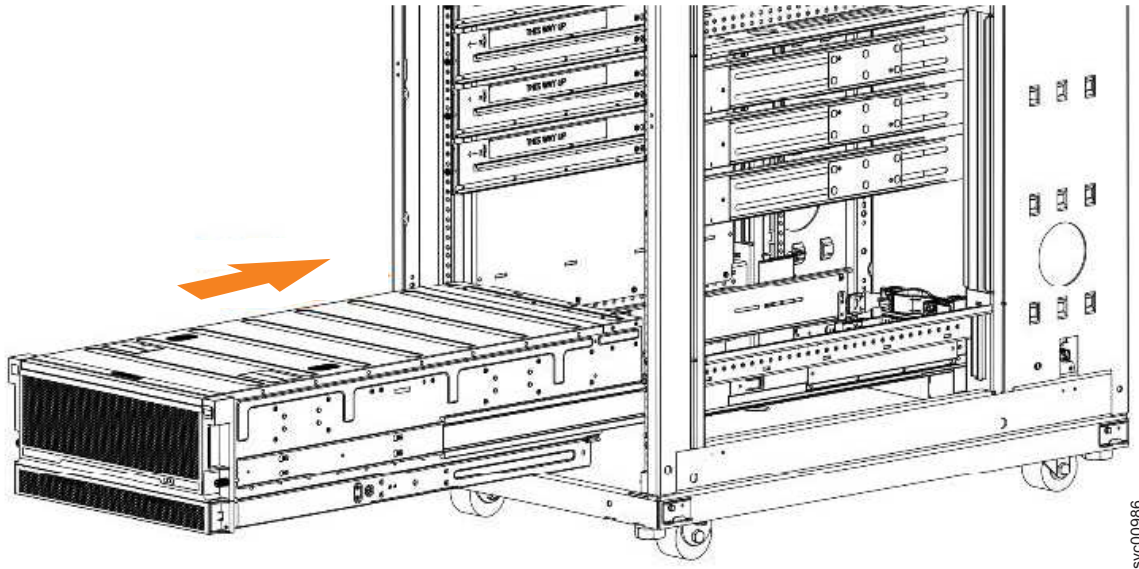

Figure 60. Exemple d'installation du boîtier dans l'armoire
- Installez le boîtier d'extension dans la position la plus basse de l'armoire. La figure 60 en donne un exemple.